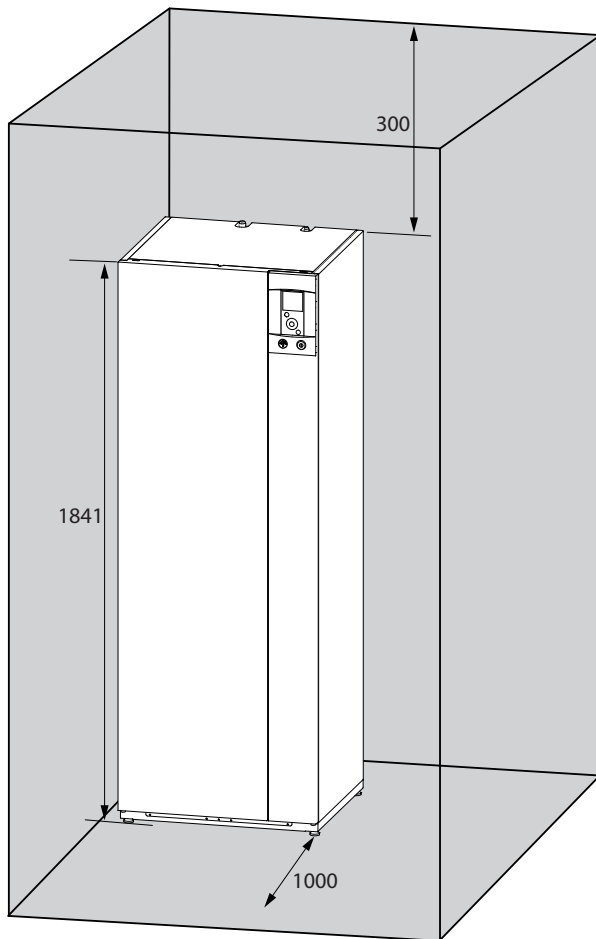

fig. 15 - Espaços mínimos de instalação em torno do módulo hidráulico e distâncias até aos compartimentos combustíveis.
- Para facilitar as operações de manutenção e permitir o acesso aos diferentes órgãos, recomenda-se de prever um espaço suficiente à volta do módulo hidráulico (fig. 15).